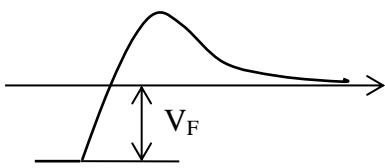

Рис. 7
8.6. По осциллограмме тока БВД (рис. 7) определяют напряжение V_F , рассчитывают прямой ток по формуле $I_F = V_F/R_S$, где R_S – измеренное сопротивление шунта, и проверяют соответствие из-
8.6. По осциллограмме тока БВД (рис. 7) определяют напряжение V_F , рассчитывают прямой ток по формуле $I_F = V_F/R_S$, где R_S – измеренное сопротивление шунта, и проверяют соответствие измеренного тока заданному с учётом допускаемой погрешности.